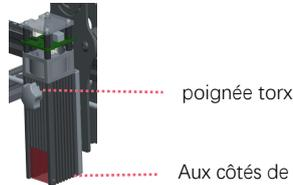

Figure 4
L'installation de la courroie synchrone de l'axe Y peut faire référence à la courroie synchrone installée sur l'ensemble de l'axe X. Déterminez si la courroie de distribution est suffisamment tendue: appuyez sur la position indiquée à la figure 4 avec vos doigts, et s'il n'y a pas de déformation évidente, elle est suffisamment serrée. Si la déformation est importante, desserrez une extrémité de l'écrou en T et serrez la courroie de distribution, puis serrez l'écrou en T.
2. Insérez le module laser verticalement dans le bloc du rail coulissant et déposez-le librement du côté de la mise au point, puis serrez la poignée torx. La distance maximale de déplacement vers le bas du module laser est de 72 mm. La position limitée pour le mouvement vers le haut est que le bas du laser affleure le bas du bloc coulissant (Figure 3. Figure 4). Les plages d'épaisseur des produits gravés ou découpés correspondant à chaque groupe de trous dans le bloc de glissière sont différentes (comme illustré sur la figure 5).